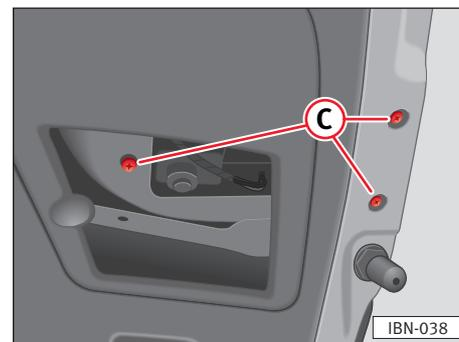

Fig. 161
- Estrarre le viti ⇒ fig. 161 (C) e scollegare il connettore.